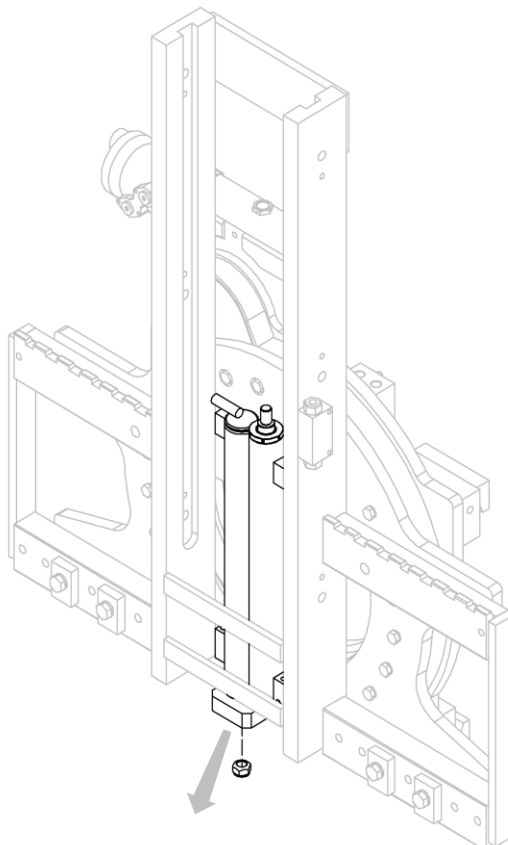

Figure 25
4. Retirer les vérins après avoir enlevé l'écrou correspondant qui les fixe à la structure de l'équipement (voir *Figure 25*).